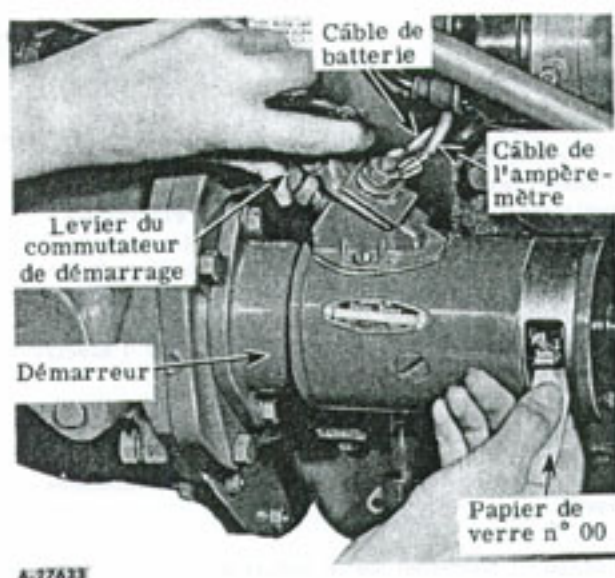

Figure 43 A
Pour nettoyer le collecteur, débranchez le fil "A" (figure 34) de la prise centrale du chapeau du distributeur. Otez le couvercle-ceinture. Appuyez sur l'interrupteur de démarrage et, quand le démarreur tourne, appliquez une bande de papier de verre n° 00 sur le collecteur pour enlever la saleté et faire disparaître le brunissement. N'utilisez jamais de toile émeri ou de toile au carborandum. Voyez figure 43 A. Après le nettoyage, faites disparaître par soufflage les poussières du boîtier du collecteur.
2. Débranchez le câble de la batterie et le câble de l'ampèremètre de la borne de l'interrupteur du démarreur. Voyez figure 43 A.